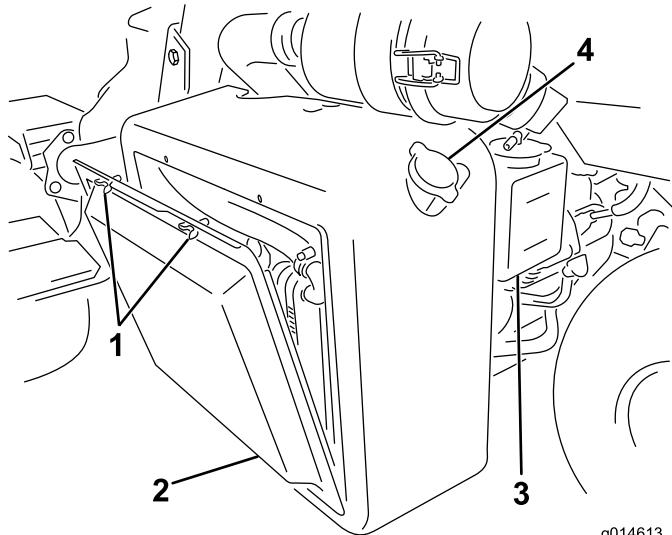

Figura 50
1. Retire o painel do radiador (Figura 50).